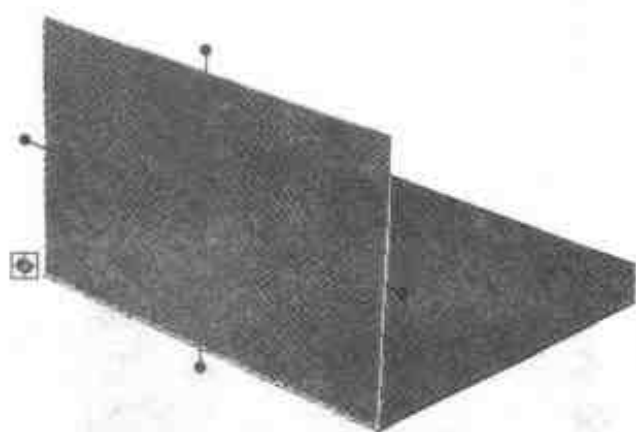
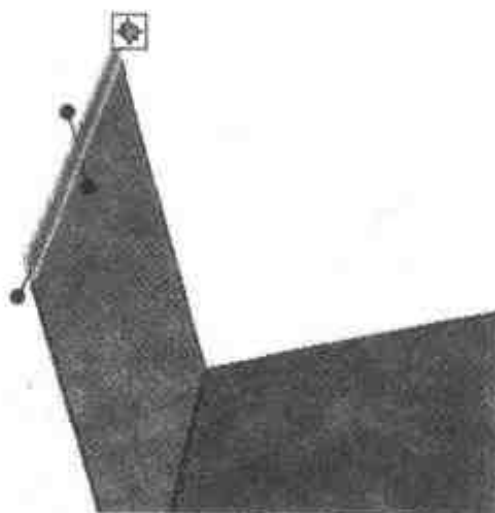

图 4.8 编辑图素
图 4.9 添加板料
- (6) 单击转换图标使增加板料图素进入包围盒编辑状态。
- (7) 右击向上的智能手柄选择【编辑包围盒】命令，在弹出的对话框中将板料长度改为 85，单击【确定】按钮，结果如图 4.8 所示。
- (8) 从右侧【钣金】设计元素库中拖入一【添加板料】图素，在增加板料图素的上表面边缘中心处释放。
- (9) 单击转换图标使增加板料进入包围盒编辑状态。
- (10) 右击向上的智能手柄，用步骤(7)中的方法将添加板料长度改为 5，单击【确定】按钮，结果如图 4.9 所示。